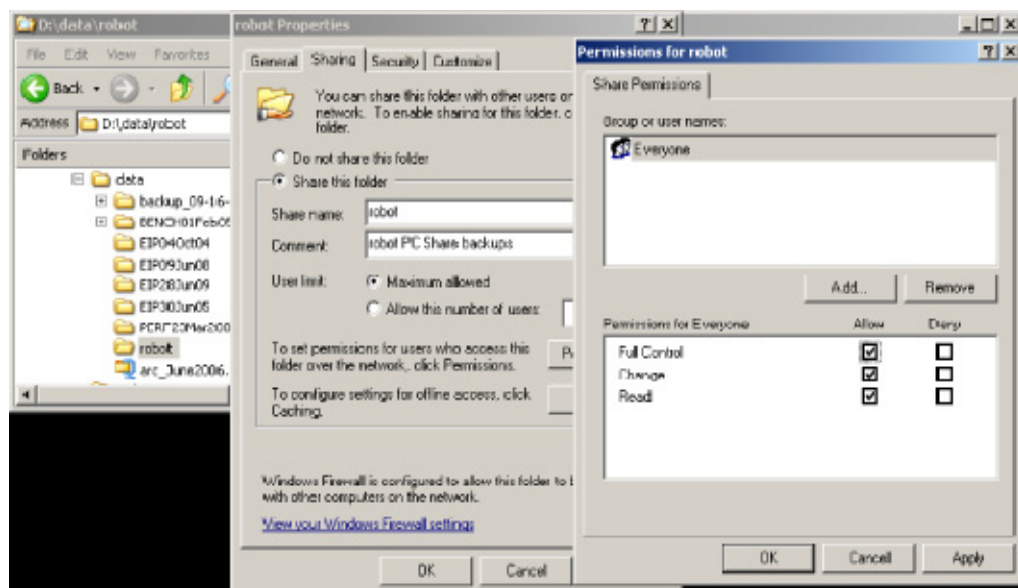

Abb. 14.5 (a) Freigeben eines Ordners in Windows XP
1. Navigieren Sie zu "Control Panel", und wählen Sie "Network and Sharing Center". Siehe Abb. 14.5(b).